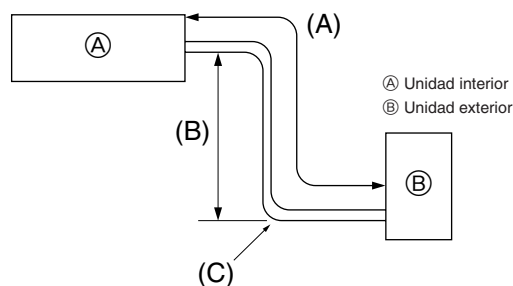

Fig. 5-1
5.1. Tubería de refrigerante (Fig. 5-1)